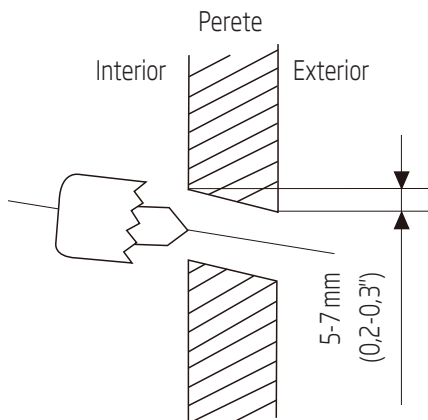

Fig. 5.2
2. Găuriți peretele cu ajutorul unui burghiu de 65 mm (2,5"). Asigurați-vă că gaura este ușor înclinată, astfel încât capătul exterior al găurii să fie mai jos decât capătul interior cu aproximativ 5 mm până la 7 mm (0,2-0,275"). Acest lucru va asigura o bună scurgere a apei. (A se vedea Fig. 5.2)